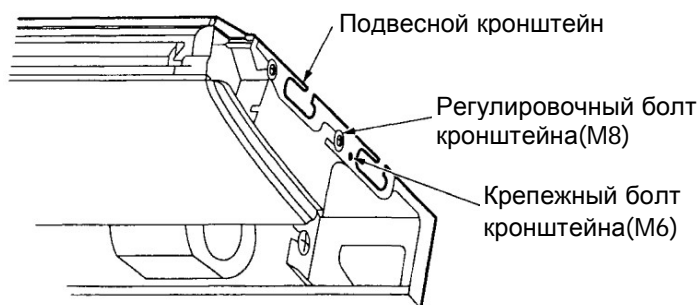

Рис. 5
- 8.6 Затяните оба регулировочных болта подвесного кронштейна (M8) (см. Рис. 5).
- 8.7 Затяните оба крепежных болта подвесного кронштейна (M6), для фиксации блока (см. Рис. 5).